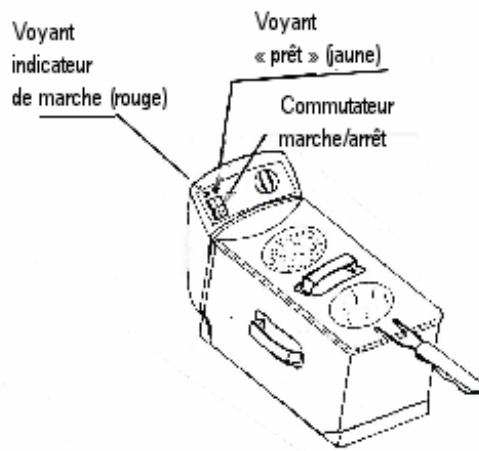

Fig. 4
- Le voyant indicateur de la température (N° 7) s'allumera une fois la température réglée et lorsque la friteuse est en marche, pour indiquer que l'élément chauffant fonctionne. Ce voyant s'éteindra une fois la température voulue atteinte. (Fig. 4) Le voyant indicateur de la température pourrait clignoter plusieurs fois pendant la friture. Cela signifie que la température est maintenue par le thermostat.